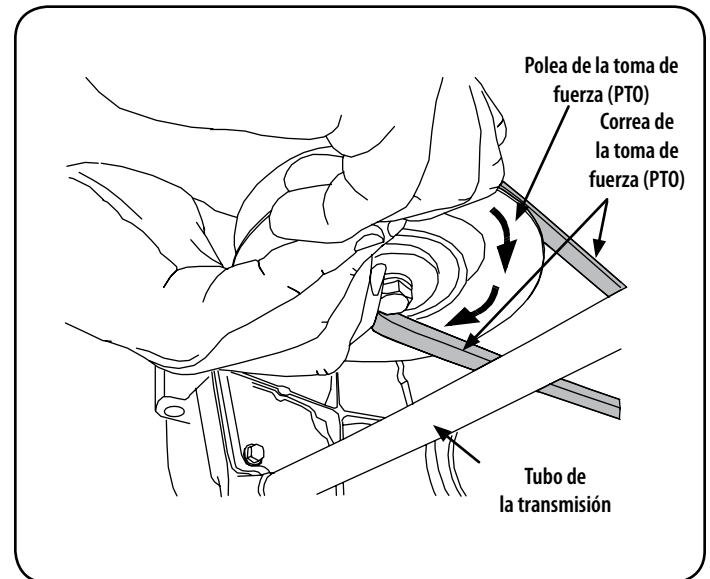

Figura 26
4. Mientras sostiene la correa hacia abajo, siga girando la polea de la PTO hasta que la correa se deslice fuera de la polea. Consulte la Figura 26.
- Tire del lado derecho de la correa hacia atrás y coloque el lado V angosto de la correa en la polea de la PTO. Vea la Figura 26.
- Mientras sostiene la correa y la polea juntas, rote la polea hacia la izquierda (Vea la Figura 26). Siga sosteniendo y rotando la polea y la correa hasta que la correa se enrolle totalmente en la polea de la PTO.